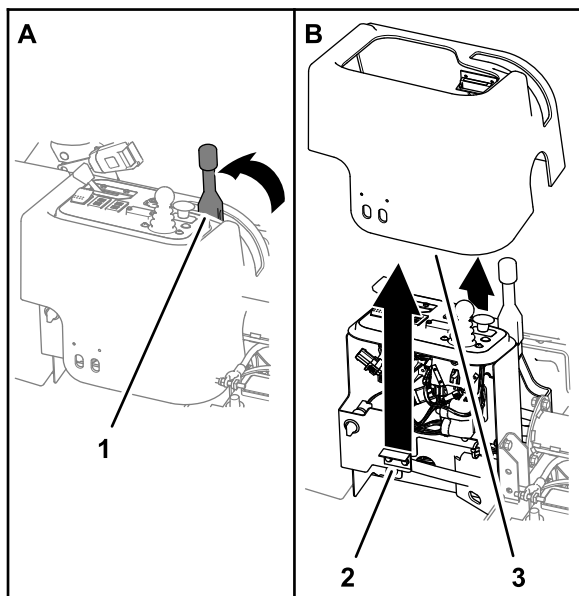

Рисунок 5
1. Убедитесь, что стояночный тормоз включен (Рисунок 5).
2. Потяните крышку консоли вверх, чтобы освободить магнитную защелку крышки от фиксирующего кронштейна на опоре консоли (Рисунок 5).